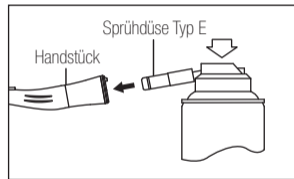

Abb. 10
- 3) Setzen Sie die Sprühdüse auf der Rückseite des Handstücks ein. Halten Sie das Handstück fest und sprühen Sie für die Dauer von etwa 2-3 Sekunden. Tragen Sie Schmiermittel auf, bis es mindestens 2 Sekunden lang aus dem Handstückkopf austritt. (Abb. 10)
- 3) Schmieren Sie das Handstück mit NSK PANA SPRAY Plus (Abb. 10) oder Care3 Plus.